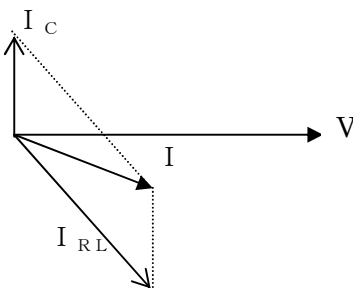

図14-3-2
- ① 回路で基準になる要素（この図の場合は電圧 V ）を、横軸（水平）にとる。
- ② ベクトルの回転方向は、反時計方向を「進み」、時計方向を「遅れ」とする。
- ③ 電圧 V のベクトル線を基準にして並列回路の個々の電流を描く。
- ④ 抵抗に流れる電流は電圧と同相である。電圧ベクトル線と同じ方向に描く。
- ⑤ コンデンサ電流 I_C は「 90° 進み」電流であるため、電圧ベクトル線より 90° の角度をつけて「進み」方向に描く。
- ⑥ リアクタンス電流 I_L は「 90° 遅れ」電流であるため、電圧ベクトル線より 90° の角度をつけて「遅れ」方向に描く。
- ⑦ ベクトルの合成（図14-3-2参照）
- ⑧ 抵抗 R とリアクタンス L の直列接続の場合は、その R と L に同じ電流が流れるのでこの R と L 部分のみで電流 I_{RL} と R および L に加わる電圧 V_R 、 V_L を描く。